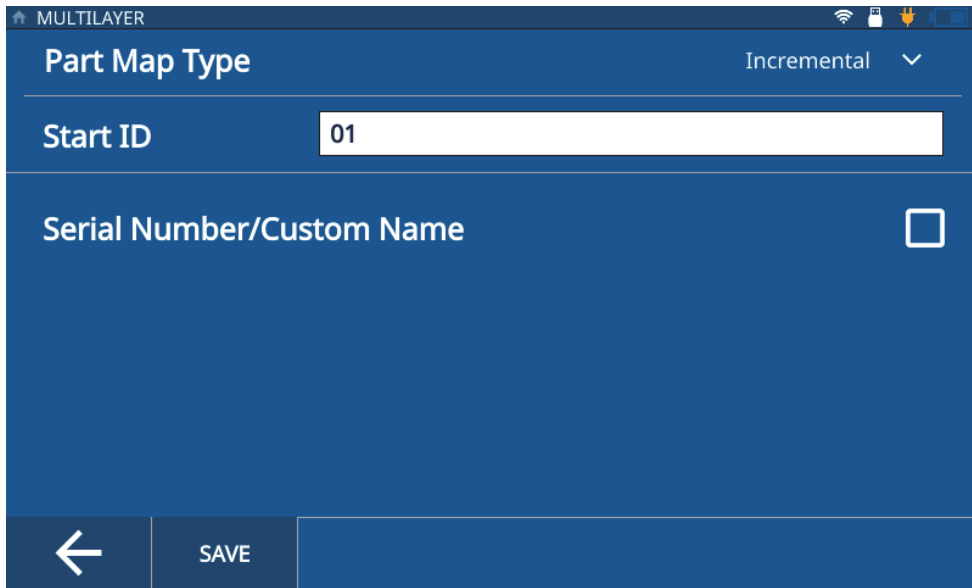

Figura 3-1 Tipo de archivo incremental
El tipo de archivo incremental permite determinar el ID inicial (Start ID), el cual incrementará de uno con cada medición ejecutada por el medidor (ver Figura 3-1 en la página 26). El medidor deducirá el valor del ID final (End ID) según la cantidad de dígitos ingresados en el ID inicial.
3. Pulse la sigla **IDF** que se halla en la parte superior de la pantalla de inspección (ver Figura 3-1 en la página 26).